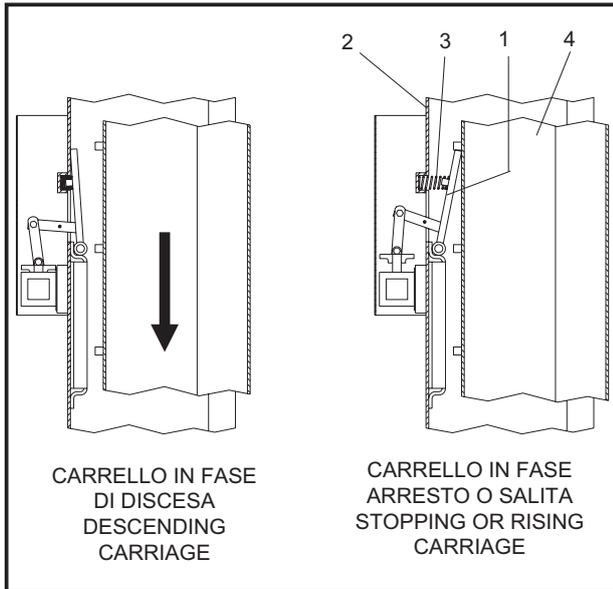

Fig.18
- If the hydraulic cylinder breaks, the safety wedges will trip (ref.1, see.fig.18), located inside the posts (2). The wedges are pushed by the spring (3) and immediately stop the carriages (4) preventing their descent
- in caso di rottura del cilindro idraulico intervengono automaticamente i martelletti di sicurezza (rif.1) (vedere Fig.18), posti all' interno delle colonne (2), che, spinti dalla molla (3), arrestano immediatamente i carrelli (4) impedendone la discesa.